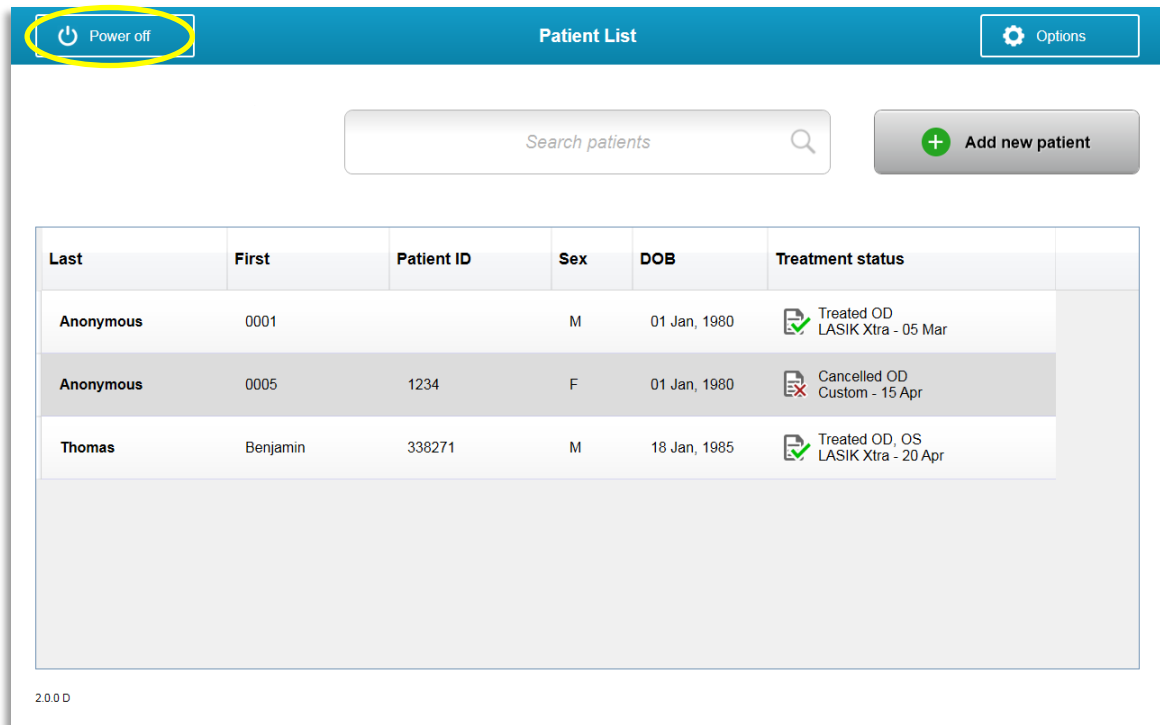

Figura 3-47. Seleccione “Desligar”
- Selecione “Desligar” no ecrã principal da Lista de doentes como mostrado na figura 3-47.